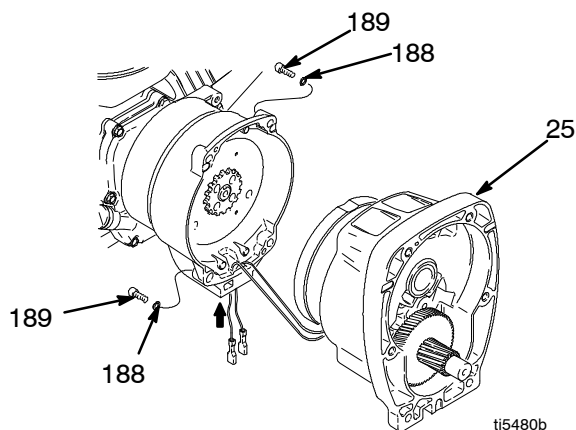
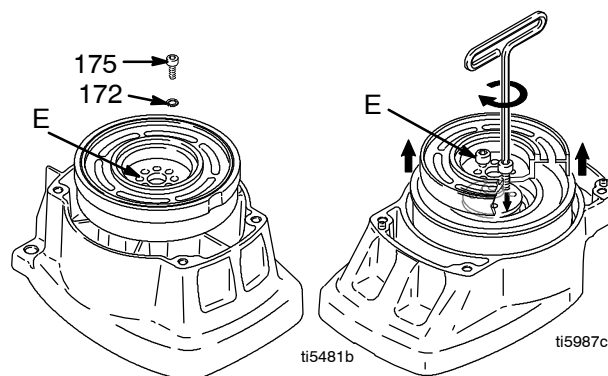
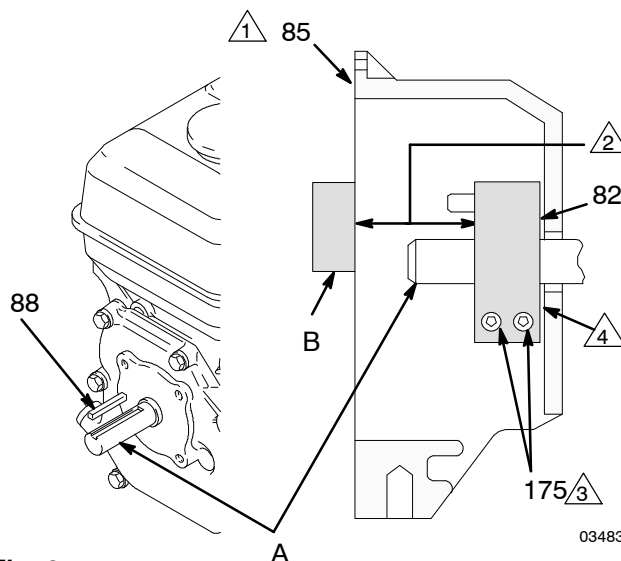

Fig. 4
Fig. 5
Fig. 9
4. Fig. 4. Retirer les quatre vis (189), les rondelles (188) et le pignon (25).
5. Fig. 5. Placer le pignon (25) sur un établi avec le rotor orienté vers le haut.
6. Enlever les quatre vis (170) et les rondelles (172). Introduire deux vis dans les trous taraudés (E) du rotor. Serrer alternativement les vis jusqu'à ce que le rotor sorte.
4. Fig. 9. Desserrer les deux vis (175) sur la bride (82).
5. Introduire un tournevis dans la fente de la bride (82) et démonter la bride.
1. Fig. 9. Monter la clavette de l'arbre moteur (88).
2. Tapoter sur la bride (82) avec un maillet en plastique pour l'enfiler sur l'arbre moteur (A). Respecter les cotes indiquées en 2. Le chanfrein doit être orienté vers le moteur.
9. Fig. 5. Déposer le pignon sur l'établi avec le rotor orienté vers le haut.
10. Enduire les vis de loctite. Mettre les quatre vis (170) et les rondelles d'arrêt (172). Serrer alternativement les vis à 125 in-lb jusqu'à ce que le rotor soit solidement fixé. Utiliser les trous taraudés pour maintenir le rotor.
11. Fig. 4. Remonter le pignon (25) en le fixant avec les 5 vis (189) et rondelles (188).